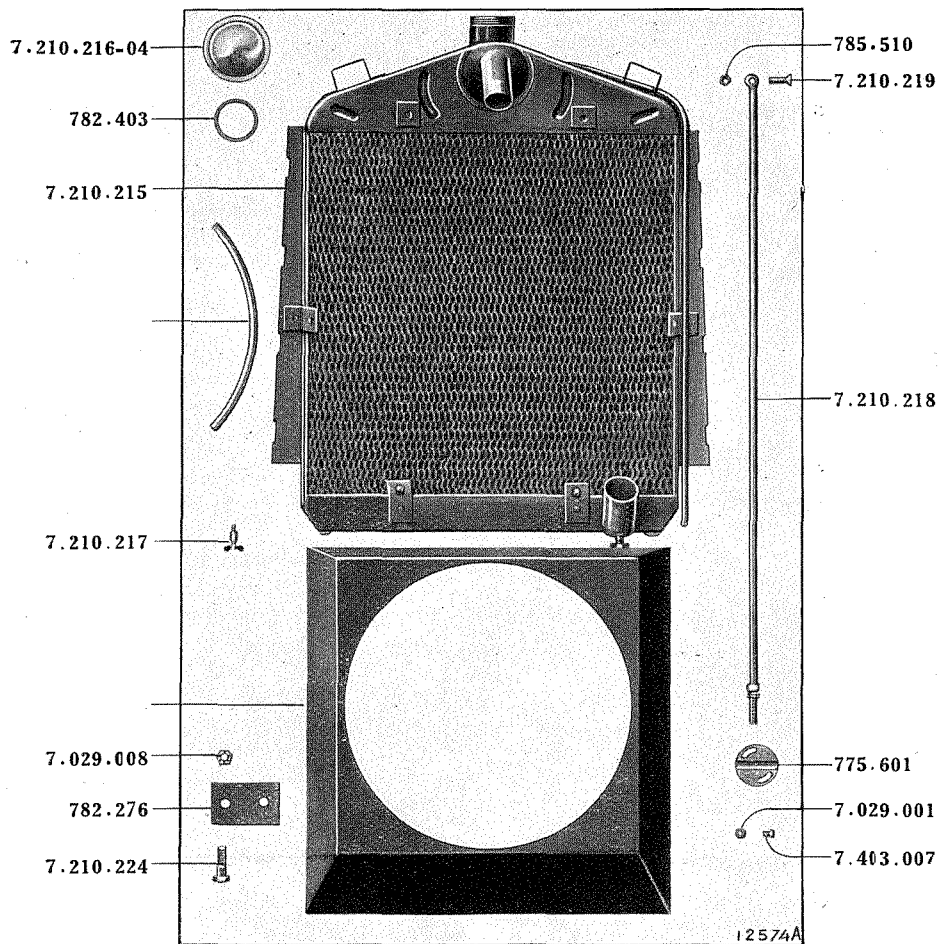

FIG. 16. — Radiateur.
- X.782.276. — Cale inférieure de radiateur (voir fig. 16) (Caoutchouc) .. . . . 4